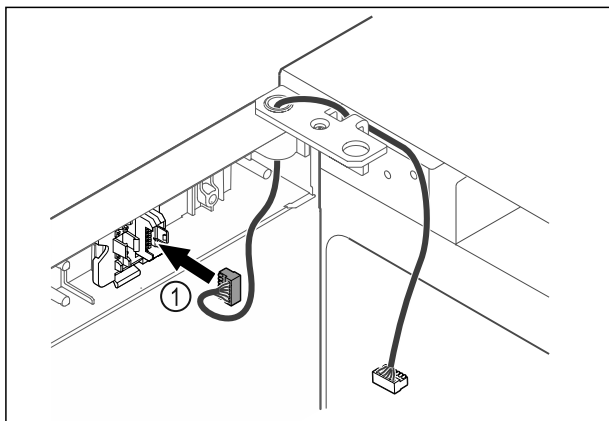

Fig. 46
- ▶ Pistke pistik Fig. 46 (1) pistikuhoidikusse.